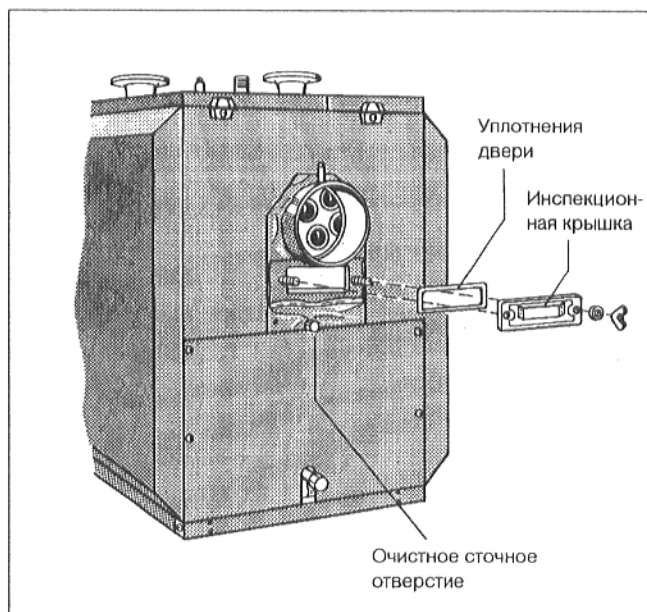

Рис. 26
- Вывинтить барашковые гайки инспекционной крышки (Рис. 26).
- Снять крышку инспекционного отверстия и удалить остатки сажи (Рис. 26).
Жидкие продукты процесса очистки можно удалить через очистное сточное отверстие на газосборнике отходящего газа (Рис. 26).